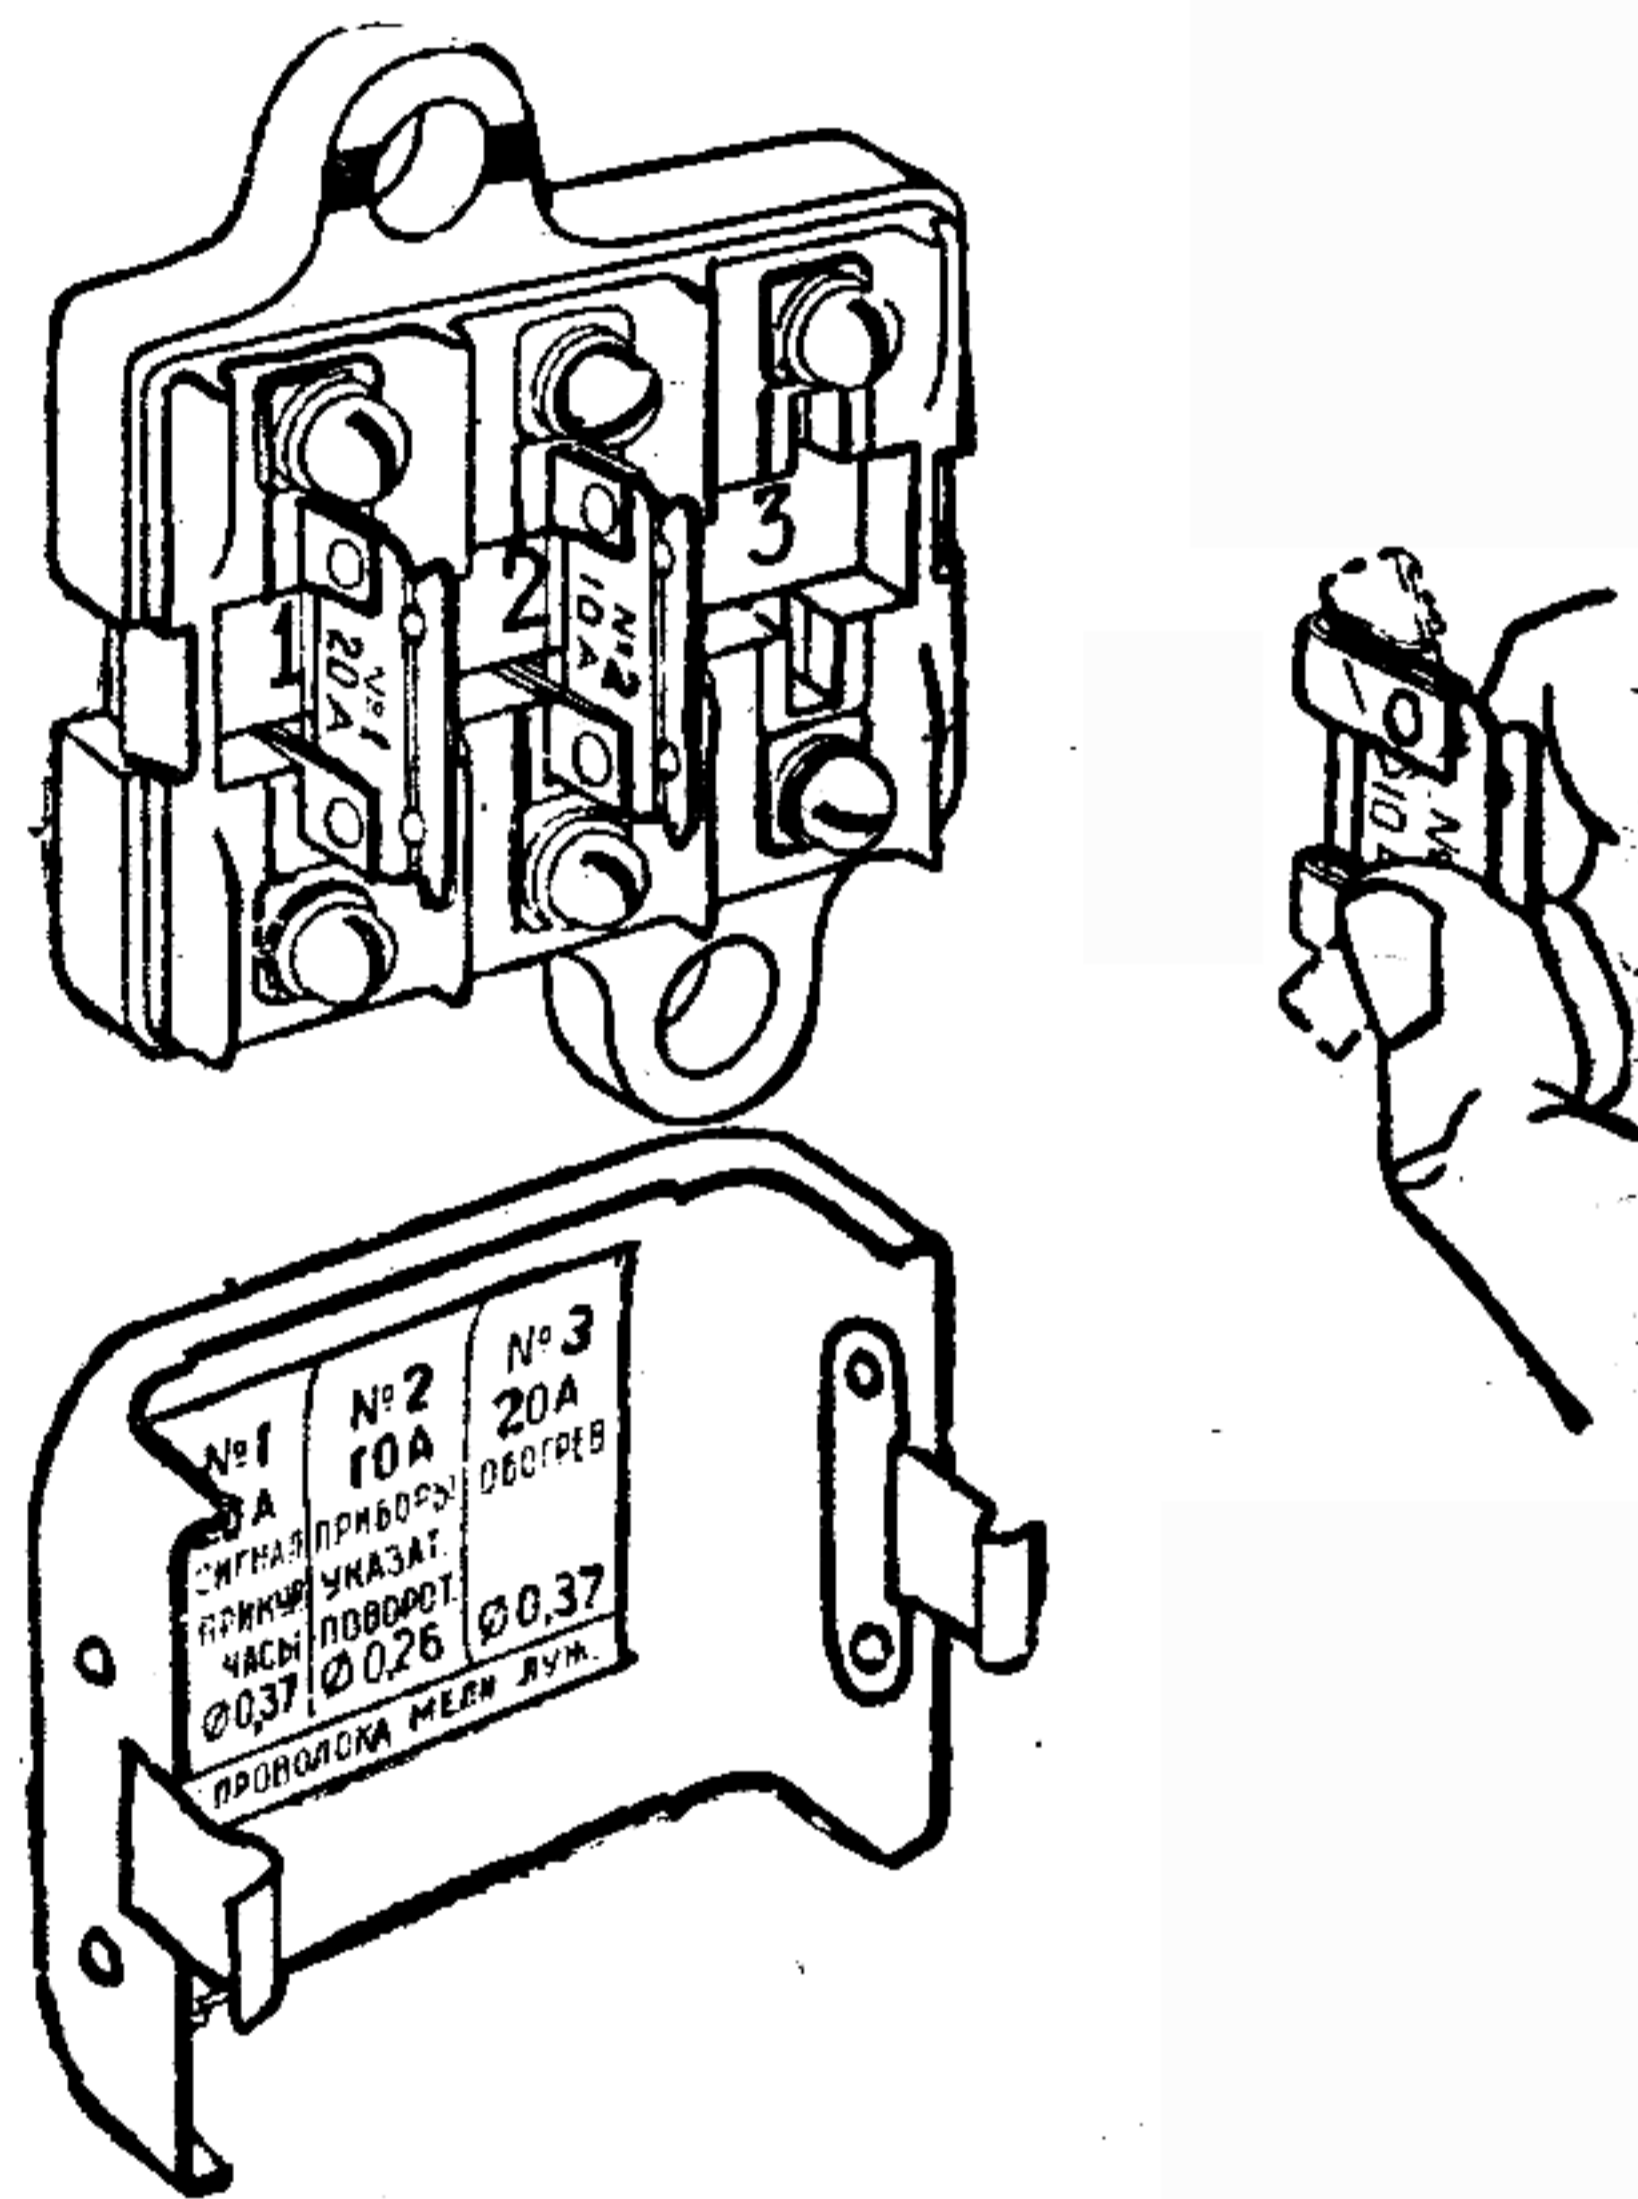

Рис. 84. Блок плавких предохранителей.
2. Три плавких предохранителя объединены в блок, смонтированный под панелью приборов слева (рис. 84).